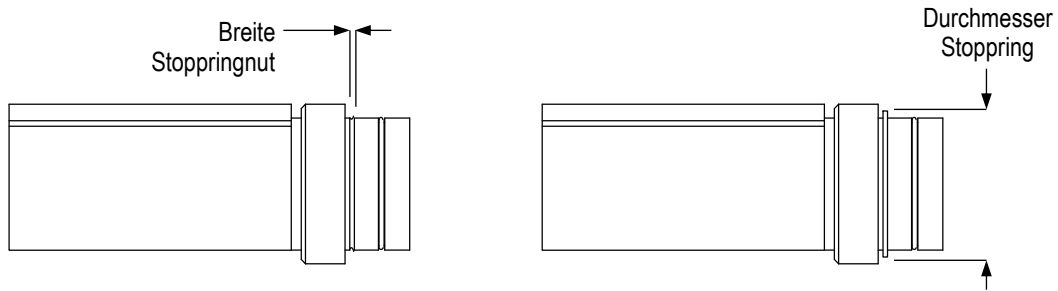

Abbildung 11
1. Mit einem Messschieber die Breite der Stoppringnut messen. Siehe Abbildung 11. Mit dem ermittelten Maß in Abbildung 12 und 13 nachsehen, ob der Stoppring weiterhin verwendet werden kann.
6. Mit einem Messschieber den Durchmesser des Stopprings messen. Siehe Abbildung 11. Mehrere Messungen an verschiedenen Stellen am Ring vornehmen. Sind die Messungen innerhalb der in Abbildung 12 und 13 angegebenen Toleranz (für den verwendeten Stoppring), ist der Werkzeughalter maßhaltig. Ist einer der Messwerte außerhalb der Toleranz, finden Sie in Kapitel 9.2 entsprechende Informationen zur weiteren Prüfung und Reparatur.
- Absatz 7: Geänderte Abbildung 11 Verweis auf Abbildung 10